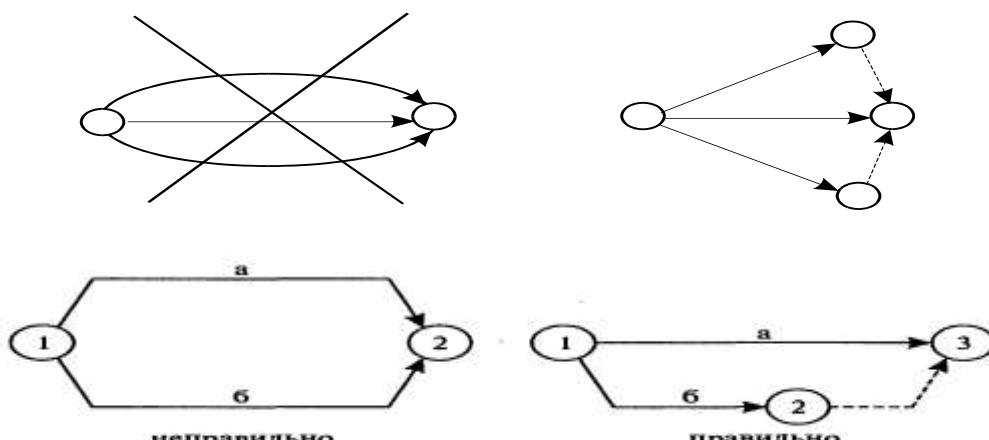

Рис. 6.2
4. Для параллельно выполняемых работ вводятся дополнительные события и зависимость (рис. 6.2);